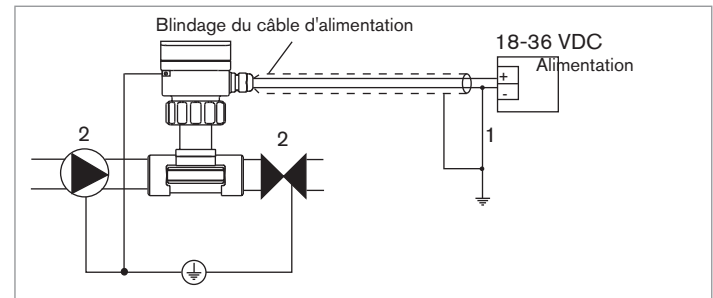

Fig. 14 : Mise à la terre du transmetteur
- Raccorder la borne négative de l'alimentation à la terre pour supprimer les effets des courants de mode commun. Si cette liaison n'est pas réalisable directement, un condensateur de 100 nF/50 V peut être branché entre la borne négative de l'alimentation et la terre (repère 1 Fig. 14).
- relier à la même terre les différents appareils métalliques (vanne, pompe...) situés à proximité du transmetteur (repères 2 Fig. 14).
- insérer des parties en métal (non fournies) à l'intérieur des conduites en plastique, en amont et en aval du transmetteur (repères 2 Fig. 14).
- relier ces parties en métal à la même terre (Fig. 14).